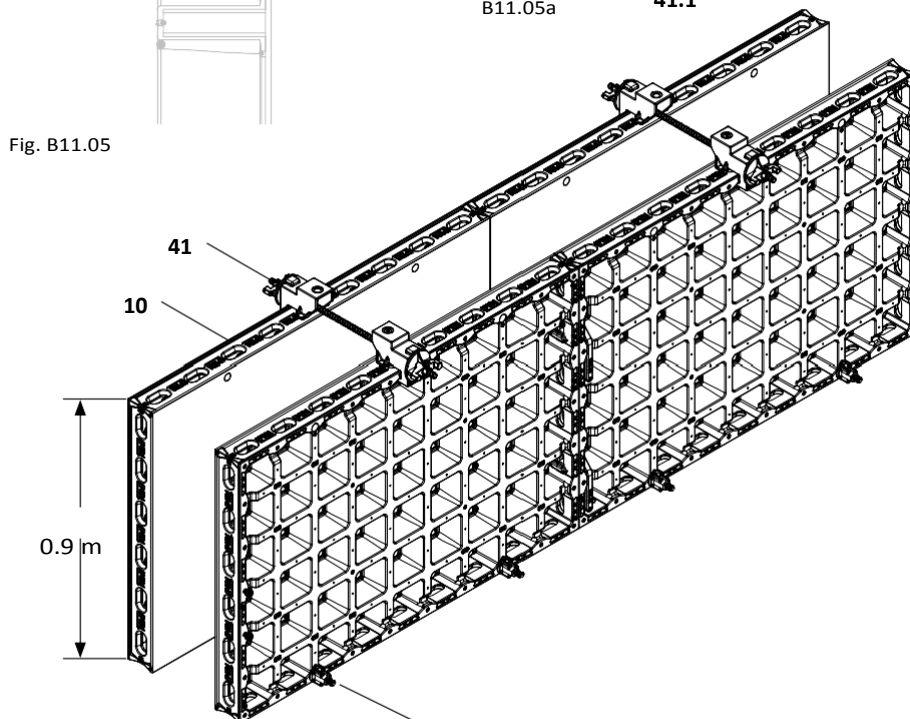

Fig. B11.06
2. Прекарайте шпилката (50) през рамковия държач.
3. Затегнете шпилката с крилчатата гайка DW 15 (54).
За долните точки на свързване използвайте гайка DW 15 (53) за да избегнете опирание в основата. (Fig. B11.06 + B11.06a)